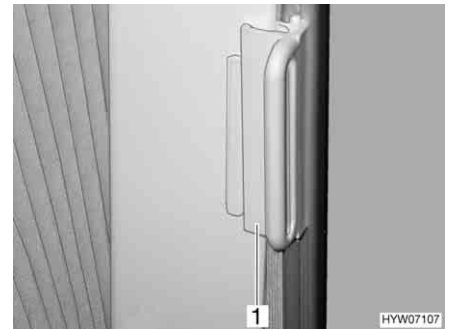

Fig. 39 Dispositivo de bloqueio para o estore opaco plissado
- Desloque o manípulo (Fig. 39,1) para cima do assento. O estore opaco plissado está preso.